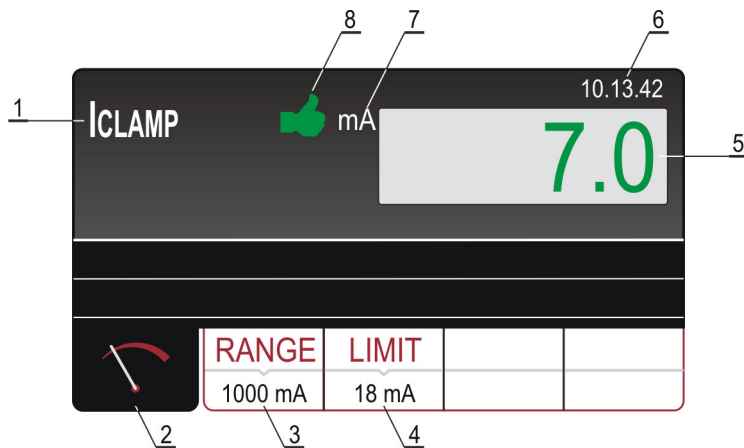

Abb. 40: Bildschirmseite der ICLAMP Testergebnisse
- 6) Messen Sie durch Drücken der **START/STOP** Taste. Die Messung wird durch ein erneutes Drücken der **START/STOP** Taste aktiviert/deaktiviert. Das Testergebnis wird grün angezeigt wenn es niedriger oder gleich oder rot angezeigt wenn es höher ist als der eingestellte Grenzwert. Das Endergebnis wird zusammen mit dem grünen Symbol  und einem kurzen Signalton (Ergebnis OK) oder zusammen mit dem roten Symbol  und einem längeren Signalton (Ergebnis NICHT-OK) angezeigt. Die Abbildung 40 zeigt ein Beispiel von der Bildschirmseite mit den Messergebnissen.